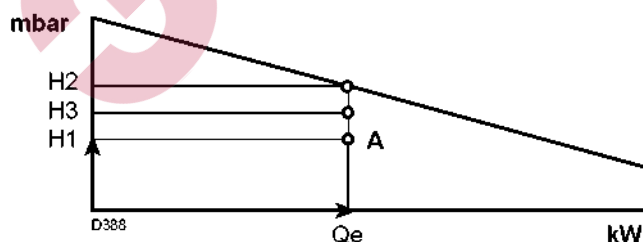

Рис. 39
4. Проведите через точку A вертикальную линию, рисунок 39, и найдите максимальное давление H2 в рабочем диапазоне.